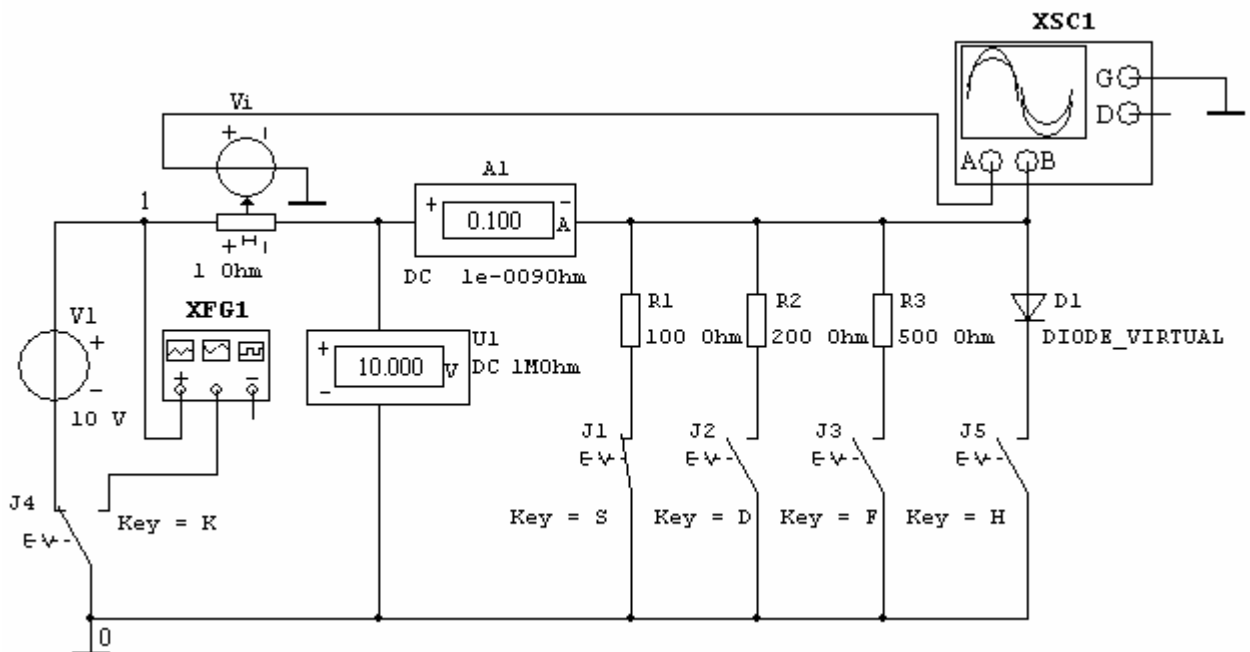

Рис.1.10. Схема виртуального эксперимента для исследования резистивных двухполюсных элементов
1.2.B.1. Сформировать схему для проведения виртуальных экспериментов согласно рис.1.10.
Повторить п.1.2.Б.3 еще дважды согласно схеме рис.1.10.
Повторить пункт 1.2.Б.4 еще дважды согласно схеме рис.1.10.
Копировать модель ключа *SPST* согласно схеме рис.1.10. Для этого следует выделить элемент щелчком левой кнопки мыши (занимаемая элементом область обозначается черными квадратиками). Затем вызвать окно команд редактирования изображения элемента щелчком правой кнопки мыши на выделенной области. Активизировать команду *Copy*. Правой кнопкой мыши на свободном поле открыть расширенное окно команд редактирования и активизировать команду *Past*. Перевести копию элемента в нужное место и зафиксировать.
1.2.Б.12. Разместить все элементы схемы согласно рис.1.10, используя окно команд редактирования изображения элемента.
1.2.Б.13. Соединить все элементы между собой согласно схеме рис.1.10.
Для схемы рис.1.10 по каналу *A* измеряется сигнал, пропорциональный току (напряжение с датчика тока V_i), а по каналу *B* - напряжение на элементах RI ,